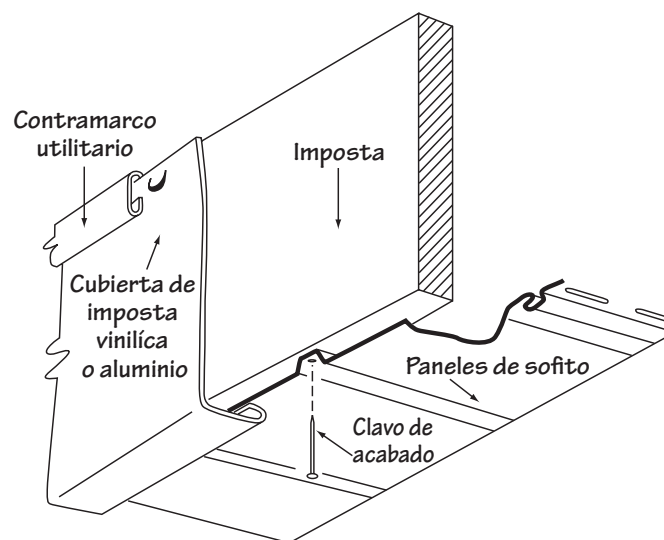

Figura 68.
3. Inserte el panel en el canal colocado en la pared, y después en el canal instalado en la imposta (Figura 68).
NOTA: Cuando se instale la imposta, use clavos de acabado. Inserte el clavo a través de la brida de clavado y la muesca en forma de "V" dentro del panel de sofito (Figura 68). Ésta es una de las pocas ocasiones en que se permite el clavado en la cara del panel. Una vez que el panel de sofito está clavado, se dilatará solamente en una dirección, en este caso, hacia el canal receptor. Asegúrese de dejar espacio libre para la dilatación completa en el canal receptor.